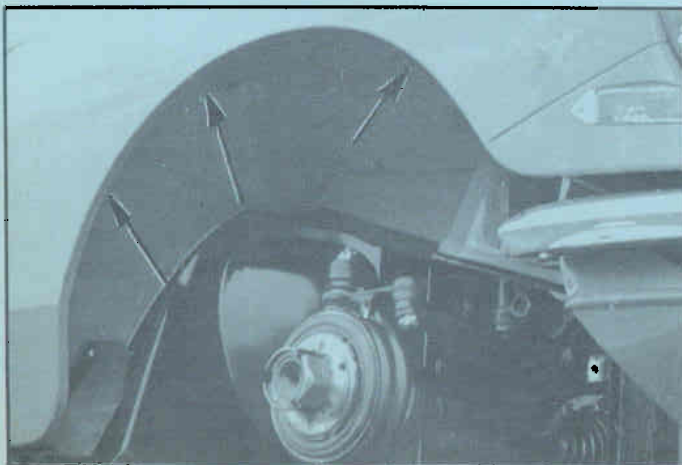

Fig. 26
3. De voorspatschermen (afb. 26).